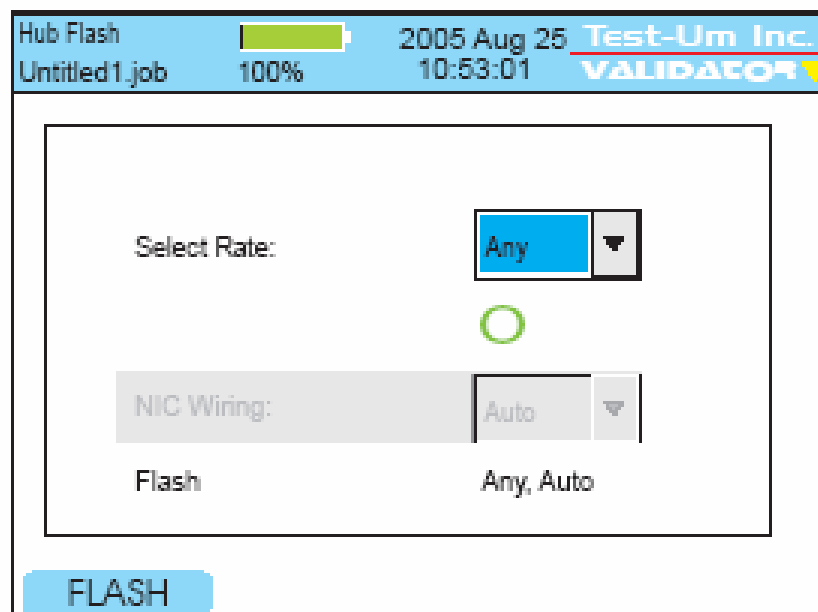

Figure 53 : Test d'un concentrateur
2. Dans la liste déroulante associée au champ **Select Rate**, sélectionnez un débit spécifique ou la valeur **Any** si vous souhaitez que le concentrateur et le testeur négocient automatiquement le débit (voir figure 53).